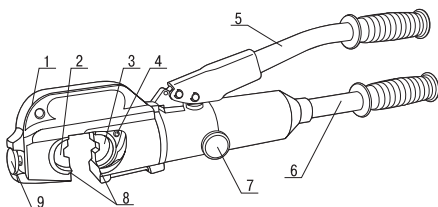

Рисунок 1
3.3 Нажмите на кнопку 4 (смотри рисунок 1) и установите полуформу 3 матрицы в головку 1 пресса по направляющим 8 (номер матрицы должен быть равен номеру наконечника).